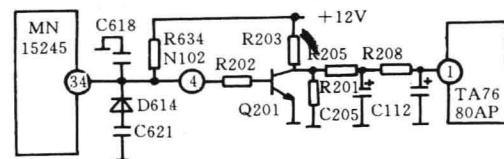

图 74 康佳 KK—T920 型机伴音控制电路
**分析与检修:**从现象来看,可能是遥控系统电路的故障。遥控系统电路的故障原因有:CPU(MN15245)损坏;CPU正常工作所需的基本条件(V DD端必须有+5V;晶振必须起振;复位端必须有复位电平)不具备;微机外部存储器MN1220损坏;伴音控制电路:MN15245④脚→C 618、R 634→接插件N 102④脚→R 202、Q 201、R 203、R 205、C 205、R 208、C 112→IC 101(TA7680AP)①脚(音频控制端)发生故障(见图74)。